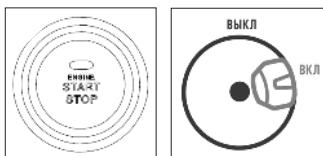

Рис. 24
- Модель iGX 4000AWSP нажмите кнопку START/STOP. Переведите переключатель в положение «Выкл» при длительном перерыве или перевозке (Рис. 24).